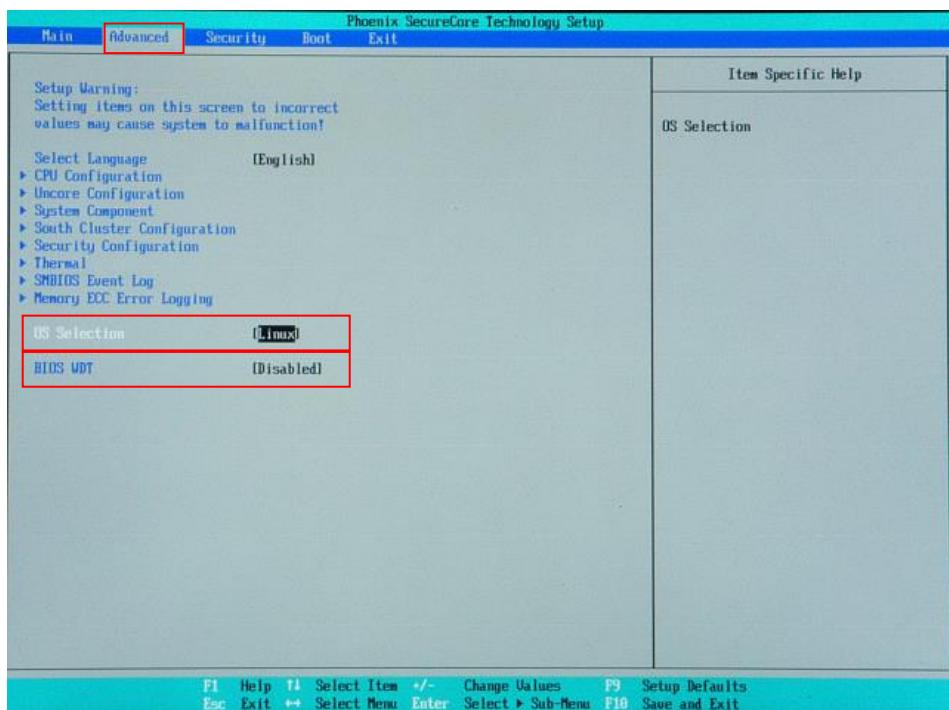

図 5-1-2-1. BIOS 設定 Advanced メニュー
- ⑦ [Boot] メニューを選択します。(図 5-1-2-2)
- ⑧ [USB HDD] (接続した USB メモリ) を[ATA HDD0] (m-SATA メインストレージ) よりも上に設定します。